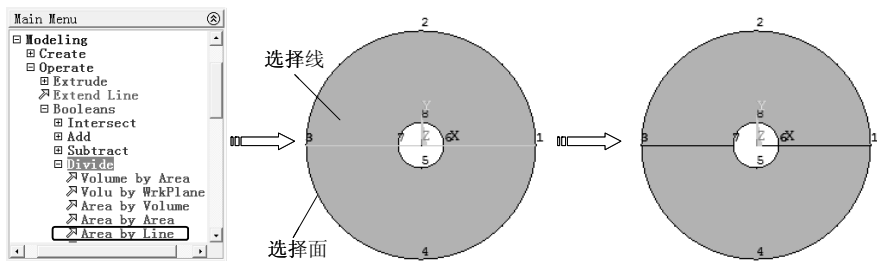

图 3-46 切割运算
5) 选择 “Main Menu>Preprocessor>Modeling>Operate>Booleans>Divide>Area by Line” 命令，弹出 “Divide Area by Line” 对话框，选择要切割的面，单击 “OK” 按钮，再次弹出 “Divide Area by Line” 对话框，选择分割面的线，单击 “OK” 按钮完成切割运算，如图 3-46 所示。